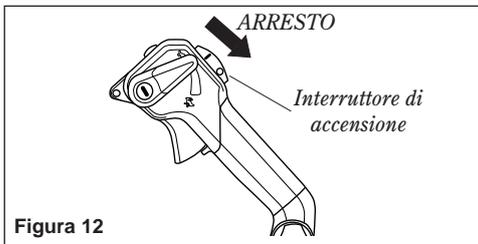

Figura 12
2. Tenere premuto il pulsante di arresto fino a quando il motore non si arresta. Spostare l'interruttore di accensione verso la parte posteriore su "O" (ARRESTO). Vedere la figura 12.